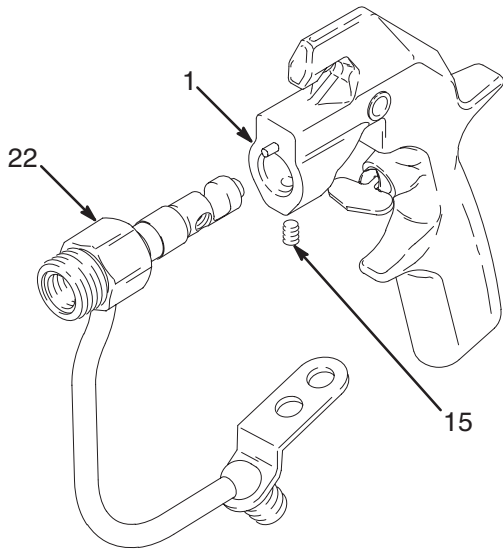

Рис. 10 04736
- Ослабьте затяжку установочного винта (15). Вытащите корпус для жидкости (22) из корпуса пистолета-распылителя (1). См. Рис. 10.